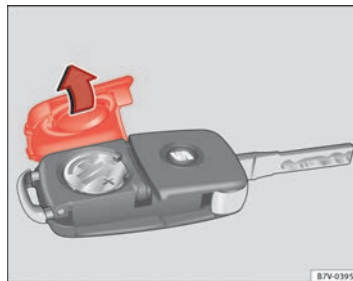

Abb. 43 Fahrzeugschlüssel: Deckel für Batteriefach.
Die Batterie befindet sich auf der Rückseite des Fahrzeugschlüssels unter einer Abdeckung ⇒ Abb. 43.
- Abdeckung auf der Rückseite des Fahrzeugschlüssels ⇒ Abb. 43 in Pfeilrichtung abnehmen ⇒ ①.
- Abdeckung wie gezeigt ansetzen ⇒ Abb. 43 und entgegen der Pfeilrichtung auf das Fahrzeugschlüsselgehäuse drücken bis sie einrastet.